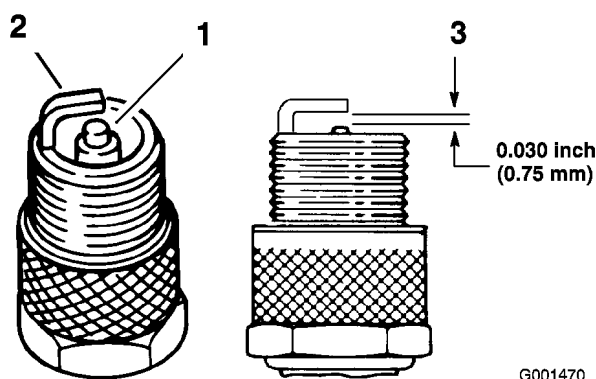

Bild 40
1. Sehen Sie sich die Mitte der Zündkerzen an (Bild 40). Wenn der Kerzenstein hellbraun oder grau ist, ist der Motor richtig eingestellt. Eine schwarze Schicht am Kerzenstein weist normalerweise auf einen schmutzigen Luftfilter hin.
2. Prüfen Sie den Abstand zwischen den mittleren und seitlichen Elektroden (Bild 40). Verbiegen Sie die seitliche Elektrode (Bild 40), wenn der Abstand nicht stimmt.
3. Schließen Sie den Zündkerzenstecker an die Zündkerzen an (Bild 40).